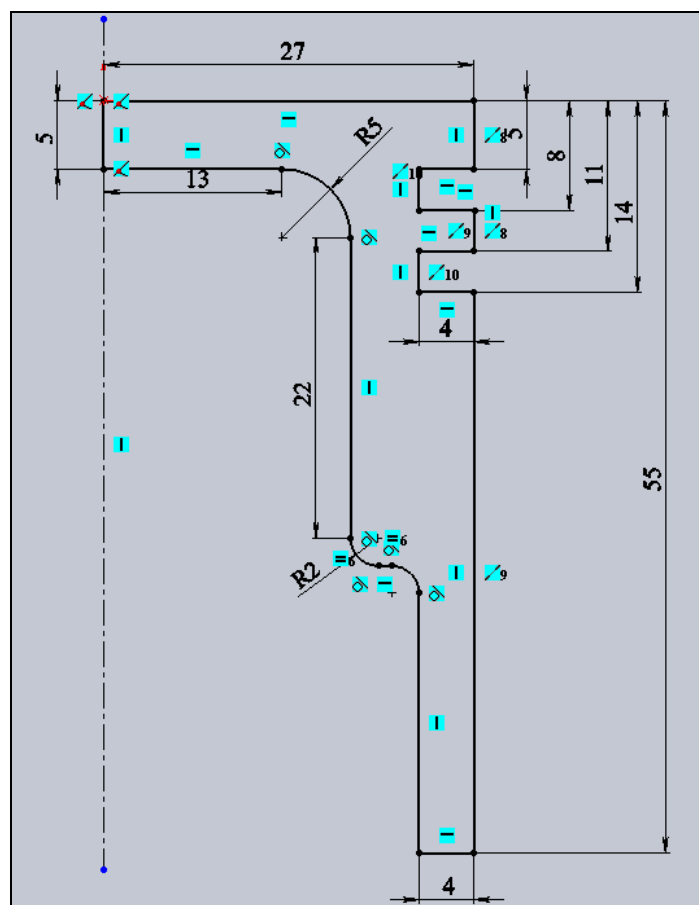

Рис. 2.5. Эскиз основы поршня
2. Постройте на выбранной плоскости эскиз по своим размерам или по размерам, показанным на рис. 2.5. Старайтесь, чтобы эскиз был полностью определен, то есть все линии эскиза имели черный цвет.
3. Через левую вертикальную линию длиной 5 мм проведите осевую линию (на рис. 2.5 она показана штрихпунктирной линией).